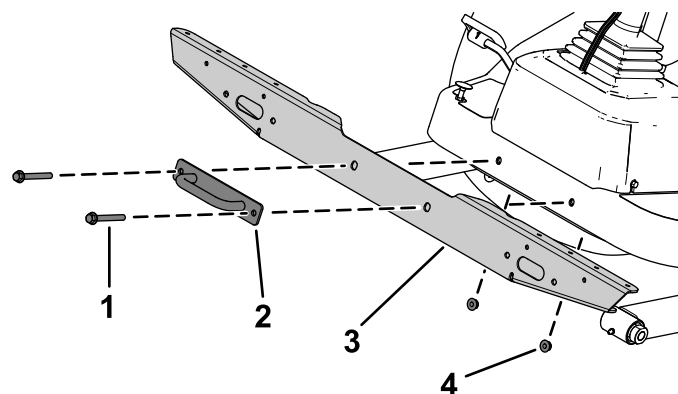

Figura 12
2. Fije el soporte transversal de las luces en la plataforma con los pernos, las tuercas y la placa de amarre que retiró anteriormente (Figura 12).